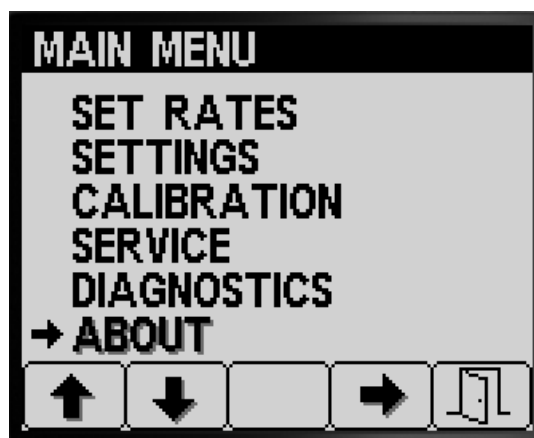

Bild 88
1. Drücken Sie für den Zugriff auf den Bildschirm „Info“ die Taste 1 oder die Taste 2 auf dem HAUPTMENÜ-Bildschirm, um auf die Option INFO zu navigieren (Bild 88).
2. Drücken Sie Taste 4, um das Untermenü „Info“ auszuwählen (Bild 88).